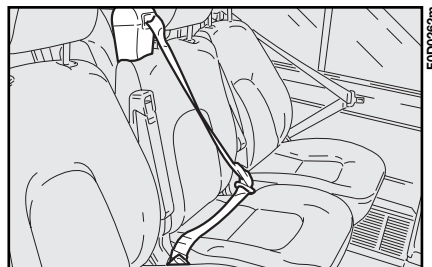

Abb. 12
- **Abb. 12** mittlerer Sitzplatz in der ersten Reihe